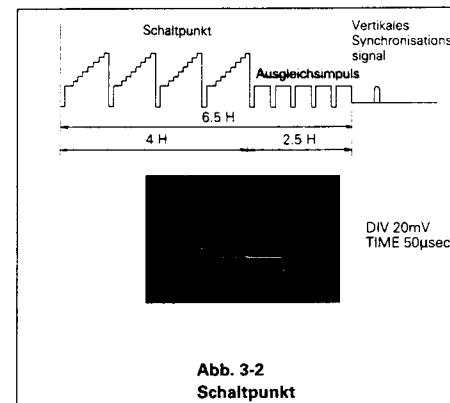

Abb. 3-2
4. Verbinden Sie das Oszilloskop mit dem Videoausgang oder TP2J und regeln Sie mit dem Regler VR4A0 den Triggerpunkt auf $6,5 \pm 1$ Zeile vor dem vertikalen Synchronsignal. (Siehe Abb. 3-2)